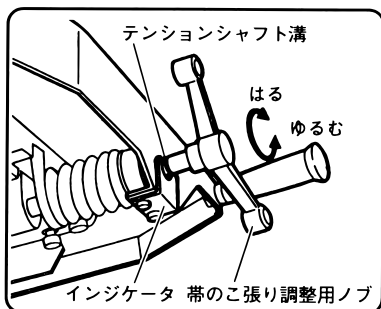

図 24
(9) さらに帯のこ張り調整用ハンドルを時計方向にまわし、テンションシャフト溝とインジケータを一致させます。(図24)
(10) ワイヤブラシを下方にセットします。